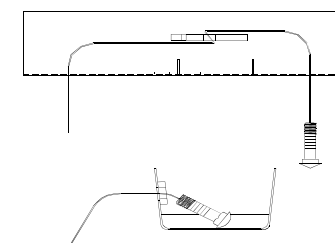

Figure 2 Fil de tirage technique
1. Abaisser l'échappement en enlevant deux (2) boulons 8 mm de la ferrure du support des deux côtés du véhicule.
3. À l'aide d'un fil de tirage, acheminer les boulons de carrosserie 7/16 po et leurs espaceurs à travers le trou d'accès agrandi, puis les faire sortir par les deux trous de montage du longeron, laisser les fils de tirage attachés. Voir la Figure 2.
7. Intercaler quatre (4) espaceurs .25" x 1" x 1.5" entre la ferrure de support et le longeron des deux côtés, puis refixer la ferrure à l'aide de boulons M8 fournis dans la trousse de visserie. S'assurer que les trous des ferrures de support et les espaceurs s'alignent bien pour permettre l'introduction des boulons.